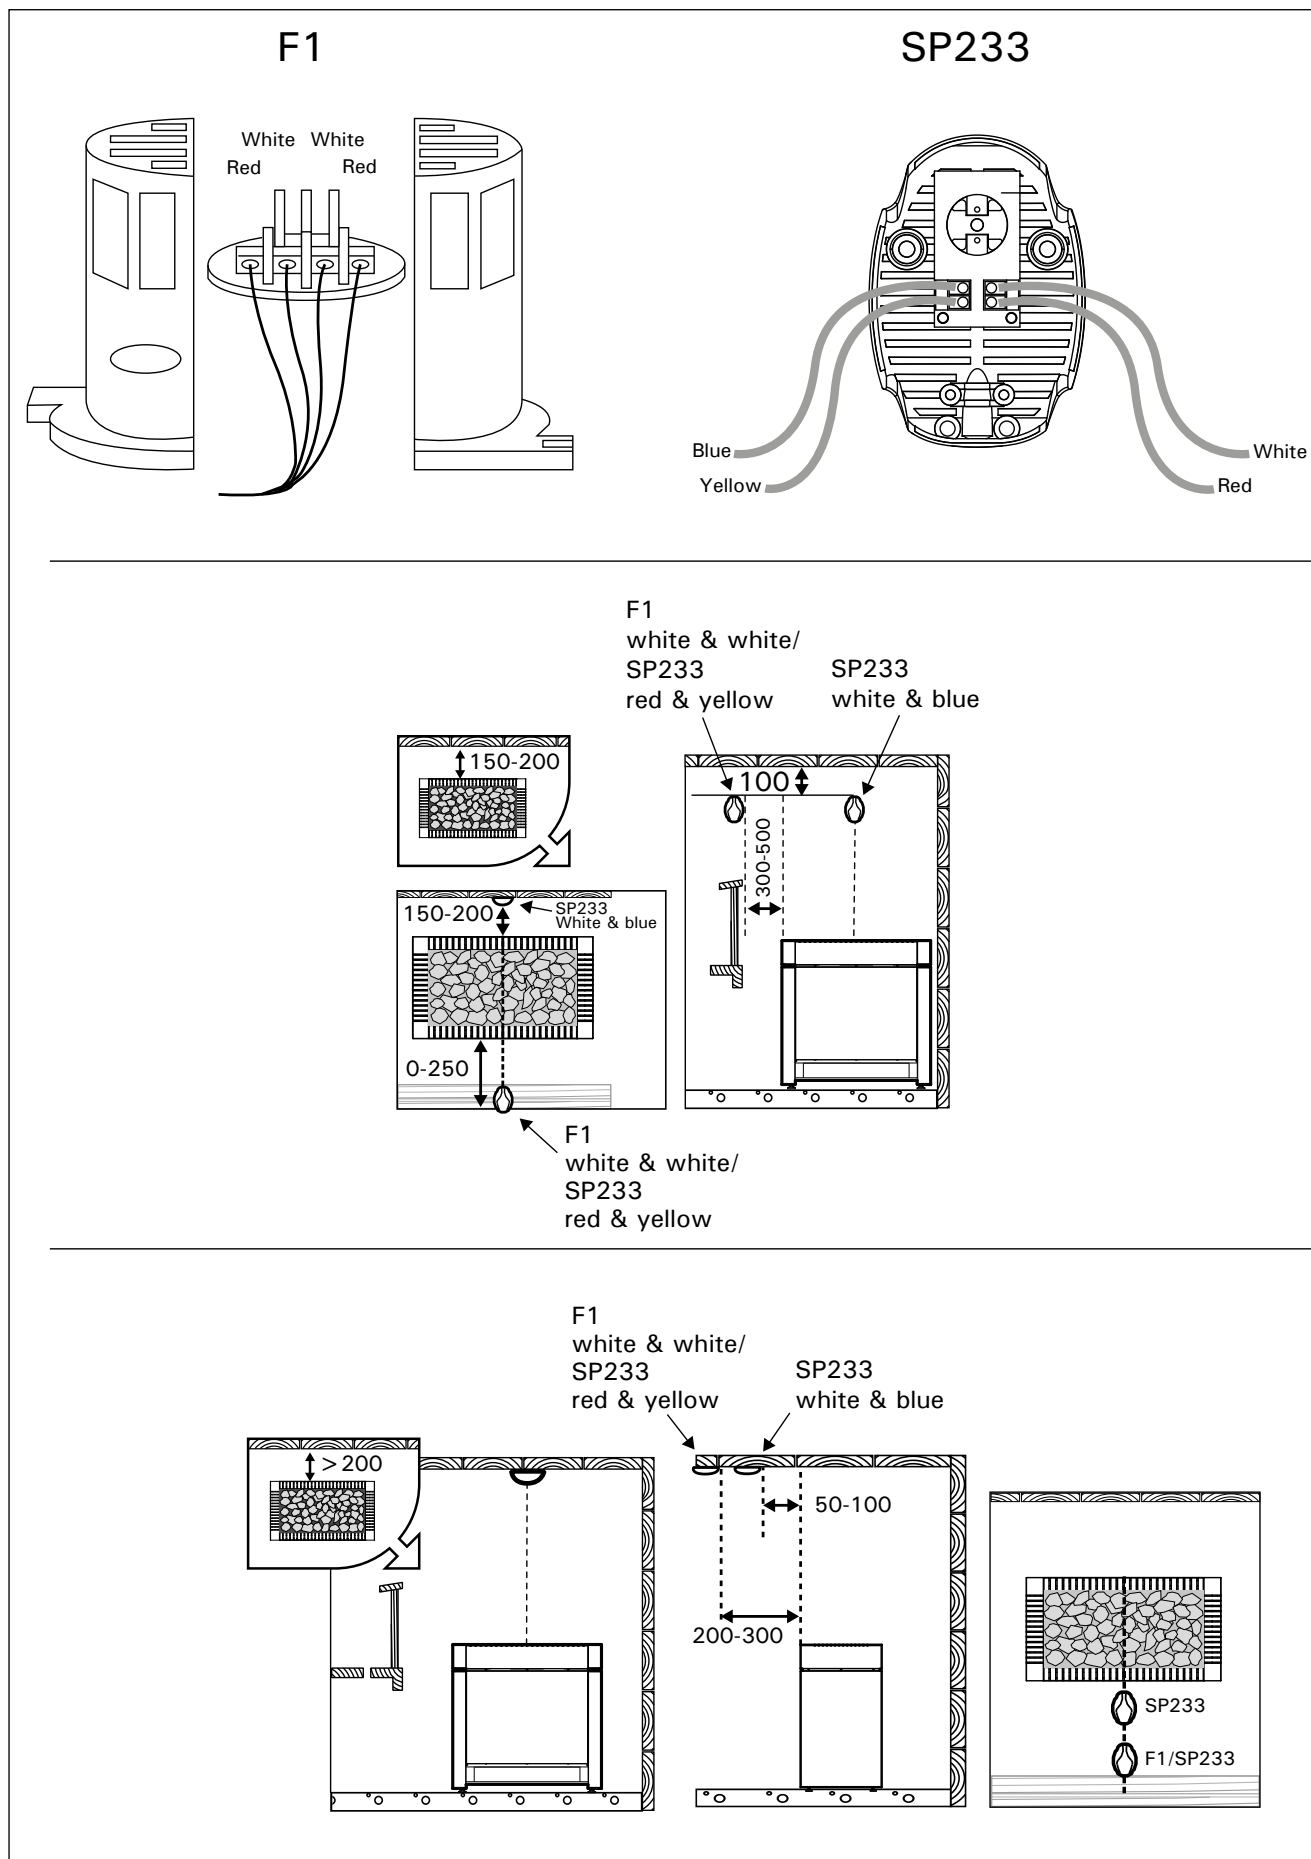

Рисунок 6. Установка датчиков (все размеры приведены в миллиметрах)
- Установите температурный датчик на стену сауны, как показано на рис. 6. При установке каменки от стены далее, чем 200 мм, датчик должен быть установлен на потолке.